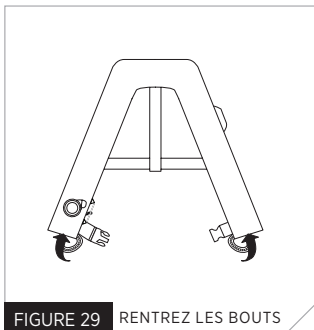

FIGURE 29 RENTREZ LES BOUTS
9) Utilisez un doigt pour rentrer les bouts des fermetures à glissière dans les ouvertures au bas du gilet replié (Fig. 29).